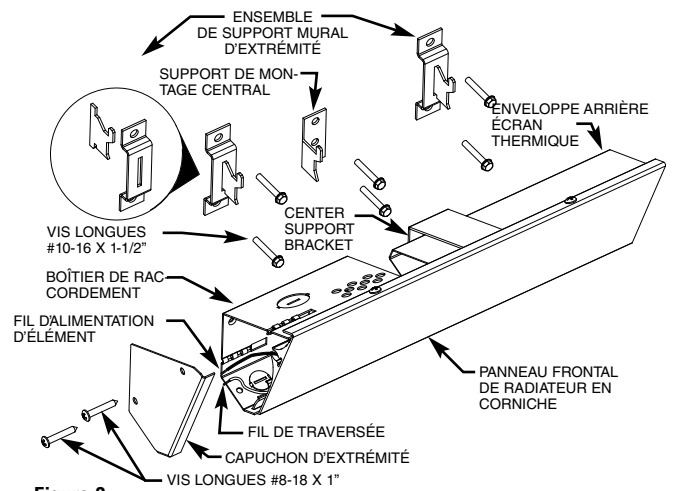

Figure 3
- Sélectionnez la distance de montage correcte depuis le matériau de plafond à la Figure 1. En utilisant le Tableau 1 déterminez la distance de centre à centre des supports muraux d'extrémités pour le modèle (puissance) concerné par le montage. Divisez cette valeur par 2 pour déterminer l'emplacement approprié où sera monté le support mural central. Marquez discrètement ces emplacements sur le mur qui sera porteur. Localisez un poteau mural au plus près du marquage de support mural central. Utilisez ce poteau comme emplacement pour le support (en négligeant le marquage d'origine porté précédemment). Assemblez les supports muraux d'extrémités comme c'est montré en montré en Figure 3.
7. Fixez les capuchons d'extrémité (qui se trouvent dans le sac de pièces) comme c'est montré en Figure 3.